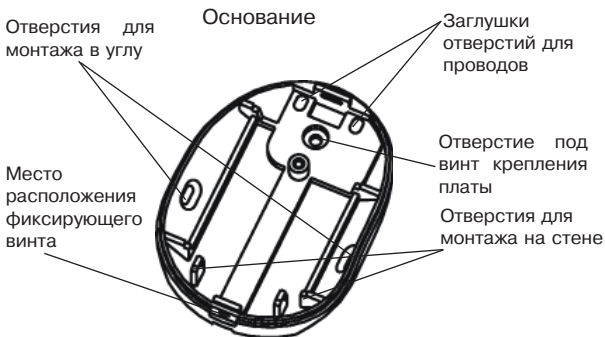

Рис. 45
- просверлите в основании корпуса отверстия (рис.45), которые будут использоваться для крепления извещателя;